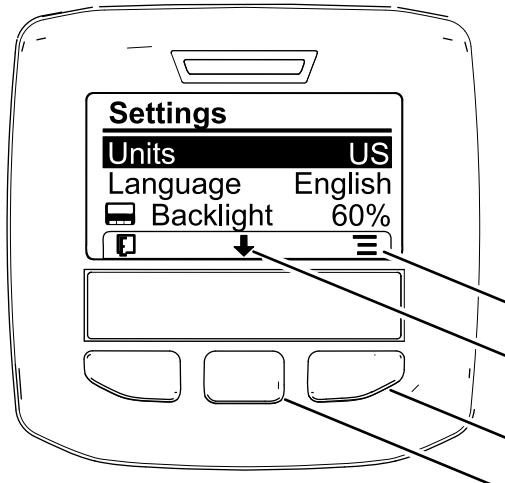

図 63
2. 単位系を変更するには、右ボタンを押す。すると選択可能な単位系が表示される 図 63。
3. 表示に使用する言語を変更するには、中央ボタン画面上で下向きの矢印で示されているボタンを押し、画面を下にスクロールして Language という選択肢を出す図 63。
4. 右ボタン画面上でアイコンで「選択」が示されているボタンを押すと現在選択中の言語が画面にハイライトされて表示される図 63。
6. 左ボタンを押すとホーム画面に戻る図 63。